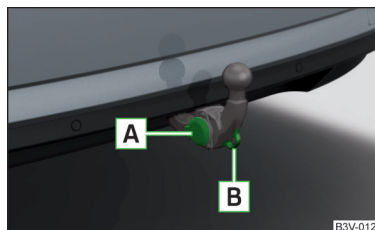

Abb. 311
- › Die Abdeckkappe der Steckdose aufklappen und den Stecker des Anhängers (des Zubehörs) in die 13-polige Steckdose **A** einstecken » Abb. 311. (Wenn der Anhänger/das Zubehör über einen 7-poligen Stecker verfügt, ein entsprechendes Reduktionsstück aus dem ŠKODA Original Zubehör verwenden).